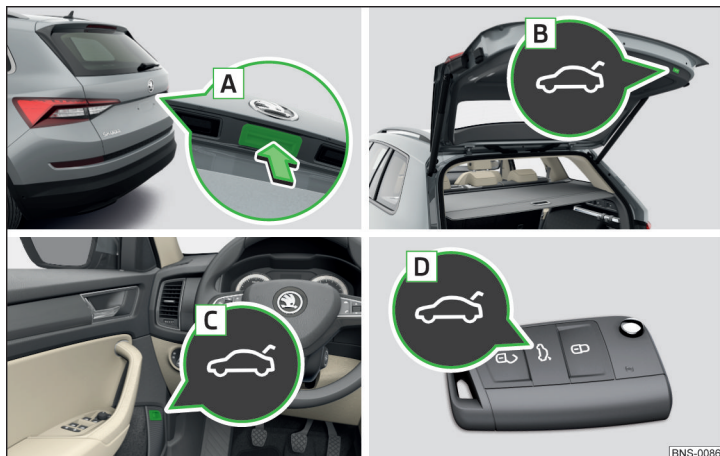

Fig. 59 Actionnement du capot
- ▶ En appuyant sur la poignée **A** » fig. 59.
- ▶ En appuyant sur la touche **B** » fig. 59.
- La touche **A** » fig. 59 est désactivée lors du démarrage ou à partir d'une vitesse supérieure à 5 km/h. La touche est réactivée après l'arrêt du véhicule et l'ouverture d'une porte.
- Appuyez sur la touche **B** » fig. 59 à la page 69 jusqu'à entendre un signal sonore.
| Le capot ne réagit pas à aucun signal d'ouverture | Enlevez l'obstacle éventuel (par ex. neige), ouvrez à nouveau le capot » page 69 Appuyer sur la poignée  » fig. 59 à la page 69 et tirer le capot vers le haut |